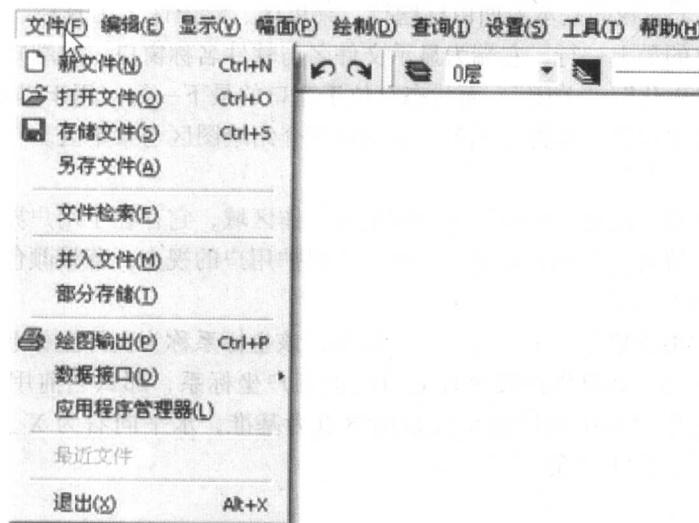

图 1-3 主菜单及下拉菜单
位于标题行下面一行，通常被称为主菜单。主菜单包括文件、编辑、显示、幅面、绘制、查询、设置、工具、帮助各菜单项。通过主菜单可实现大量的绘图、编辑、设置等操作。用鼠标左键单击主菜单中的某项，就会出现相应的下拉菜单。下拉菜单右侧有小三角符号的为下一级子菜单提示，当鼠标置于该命令上时，下一级子菜单打开，如图 1-3 所示。
(1) 文件 该菜单项主要用于新建、存储、打开、合并、输入输出文件。CAXA—XP 电子图板为用户提供了功能齐全的文件管理系统，用户使用这些功能可以灵活、方便地对原有文件或屏幕上的绘图信息进行文件管理，定制自己的模板文件以方便用户配制系统参数。文件菜单包括新文件、打开文件、存储文件、另存文件、并入文件、部分存储、绘图输出、数据接口、退出等命令，如图 1-3 所示。